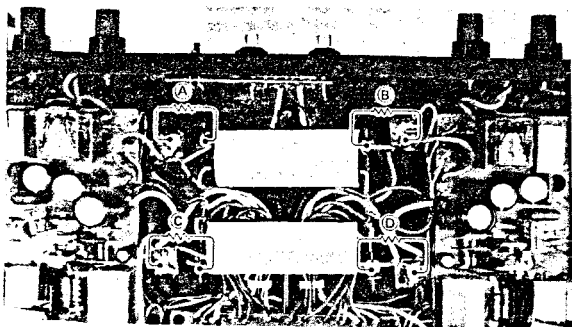

Fig. 6 Abb. 6
- (1) Be sure to observe the following for inspection and repair of PW Boards. Cut off the power supply, remove the bottom plate after removing the power cord, keep the resistors (approx. 10 ohms, 5W) in contact with positions (A), (B), (C), (D) of the power capacitors shown in Fig. 6 to discharge.
- (2) Do not touch the terminals of nearby parts with a DC voltmeter when connecting it for adjusting the idle current as malfunction may result. Handle the DC voltmeter carefully. Wind insulating tape around the screwdriver.
- (1) Bei Inspektions- und Reparaturarbeiten an den Leiterplatten die folgenden Punkte beachten:
Netz-kabel abtrennen, Bodenplatte abnehmen und die Widerstände (ca. 10 Ohm, 5 W) in Kontakt mit den Positionen (A), (B), (C) und (D) der in Abb. 6 gezeigten Kondensatoren halten, um diese zu entladen.
- (2) Darauf achten, daß die Klemmen benachbarter Teile nicht mit den Anschlüssen des Gleichspannungsmessers berührt werden, wenn dieser für die Messung des Blindstromes angeschlossen wird, da es ansonsten zu Störungen kommen könnte. Den Gleichspannungsmesser vorsichtig behandeln. Isolationsband gegebenenfalls um den Schraubenzieher wickeln.
(1) Suivre les instructions suivantes au moment d'effectuer des opérations d'inspection et des réparations sur les plaquettes à circuits imprimés.
Couper tout d'abord l'alimentation, déposer la plaque inférieure après avoir débranché le cordon secteur, maintenir les résistances (environ 10 ohms, 5W) en contact avec les positions (A), (B), (C) et (D) des condensateurs d'alimentation représentés sur la figure 6 pour les décharger.
(2) Ne pas toucher les bornes proches des condensateurs avec les sondes d'un voltmètre à courant continu au moment du branchement pour le réglage du courant déwatté car ceci peut provoquer des détériorations. Manipuler délicatement le voltmètre à courant continu. Isoler la tige du tournevis.